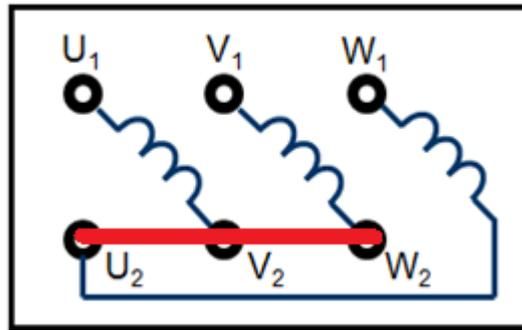

Figure1
2. Représenter ce couplage sur la plaque à bornes de la figure1.